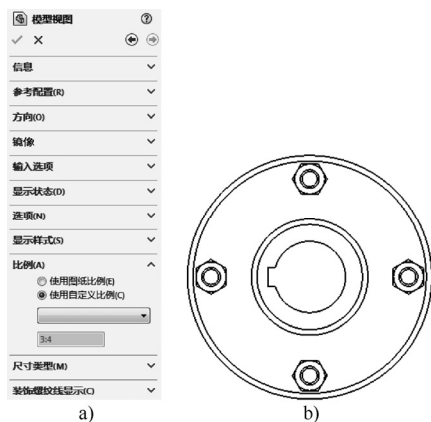

图 7-106 创建标准视图
STEP 1 首先按照前面章节的操作创建一自定义大小 (297×210) 的图纸, 再选择本书提供的“凸缘联轴器”文件夹下的素材文件“装配.SLDASM”, 创建一比例为 3:4 的标准视图, 如图 7-106 所示。